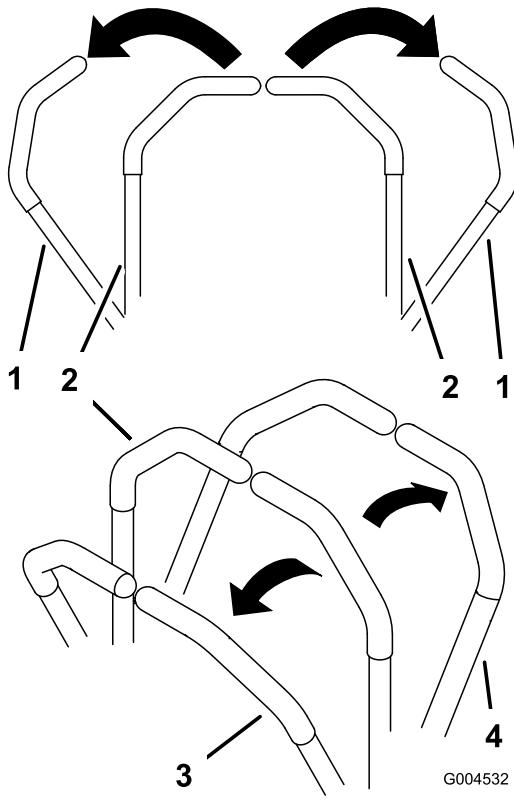

Bild 15
2. Schieben Sie für das Vorwärtsgehen die Fahrantreibshebel langsam vorwärts (Bild 15).
Wenden Sie zum Geradeausfahren auf beide Fahrtrichtungshebel denselben Druck an (Bild 15).
Verringern Sie zum Wenden den Druck auf den Fahrtrichtungshebel an der Seite, in deren Richtung Sie wenden möchten (Bild 15).
2. Ziehen Sie zum Rückwärtfahren die Fahrtrichtungshebel langsam nach hinten (Bild 15).